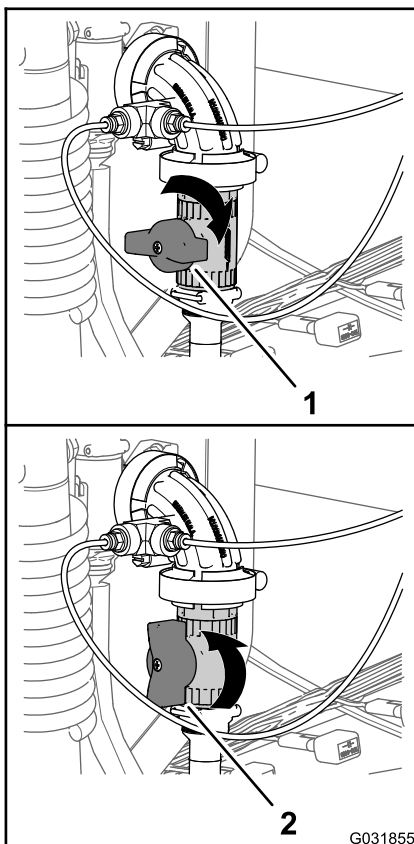

Bild 246
3. Drehen Sie den grünen Griff des Abstellventils um 90 Grad nach links in die GEÖFFNETE Stellung (Bild 246).
Hinweis: Drehen Sie den grünen Griff des Abstellventils um 90 Grad nach rechts in die GESCHLOSSENE Stellung, um den Flüssigkeitsfluss zum Handsprühstab der Schlauchtrommel abzustellen (Bild 246).